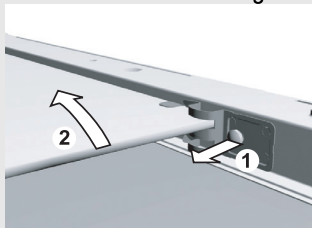

Figura 2
- Para tirar o vidro interior (apenas em alguns modelos), tirar os parafusos que se encontram no suporte do vidro e levantá-lo (figura 2). Tirar os suportes antes de limpar o vidro.
- Se um móvel (armário, gaveta) tiver o puchador (2) instalado debaixo do forno, a distância entre o painel inferior do móvel de embutimento (1) e a extremidade superior do puchador (2) deve estar no mínimo de 8 mm. Ver a figura 2.